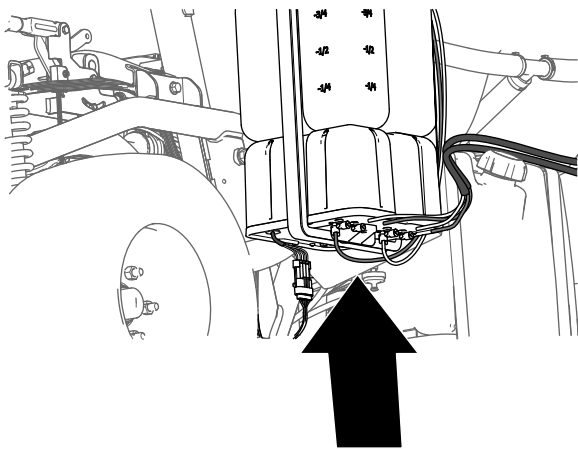

Figure 16
1. Sur le panneau de connexion du compresseur du kit traceur à mousse, fixez un attache-câble autour des tubes transparent et bleu pour la section de pulvérisation droite (Figure 16).